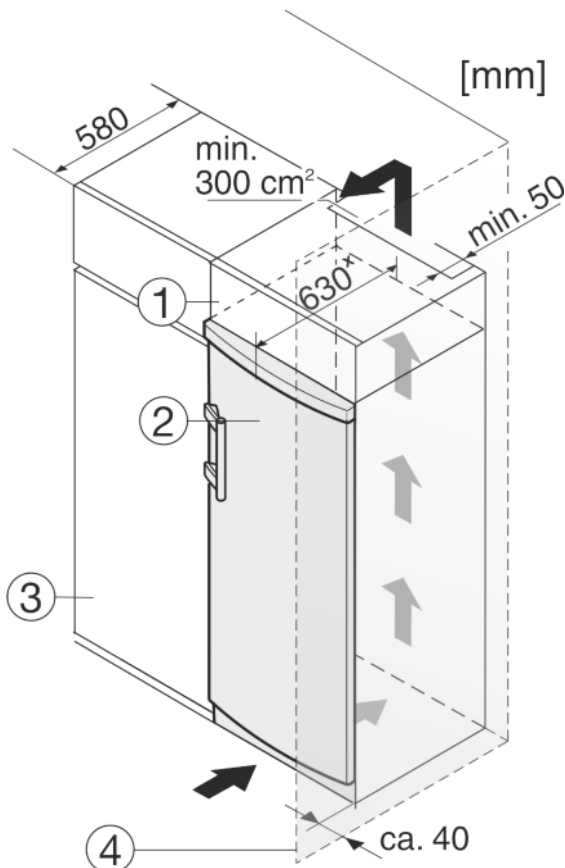

Fig. 9
Устройство может быть окружено кухонными шкафами. Чтобы уравнивать устройство Fig. 9 (2) по высоте с кухонной стенкой, можно установить над устройством дополнительный шкафчик Fig. 9 (1).
При комбинировании с кухонными шкафами (глубина макс. 580 мм) устройство можно установить непосредственно рядом с кухонным шкафом Fig. 9 (3). Устройство выступает сбоку на 34 мм \* и по центру на 50 мм \* относительно передней стенки кухонного шкафа.
Если устройство установлено на шарнирах у стены Fig. 9 (4), то расстояние между устройством и стеной должно быть не менее 40 мм. Настолько выступает ручка при открытой дверце.